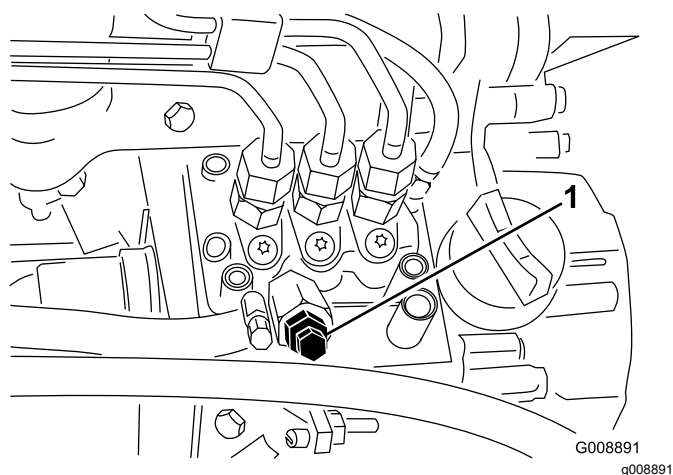

Figura 45
4. Aprite la vite di spurgo dell'aria, situata sulla pompa di iniezione del carburante (**Figura 45**).